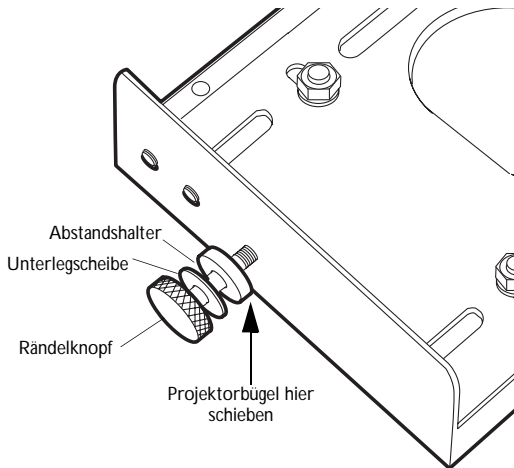

ABBILDUNG 4
- 1 Stecken Sie die Rändelknopf, Unterlegscheiben und Abstandshalter an jeder Seite des Sockels zusammen, wie in Abbildung 4 gezeigt.
- 3 Setzen Sie den Projektor und Befestigungsbügel zwischen die Abstandshalter und den Sockel in den Sockel ein (Abbildung 4). Schieben Sie den Projektorbügel nach vorne, bis sich die Rändelknopf vollständig in den vertikalen Schlitz befinden und den Projektor tragen.